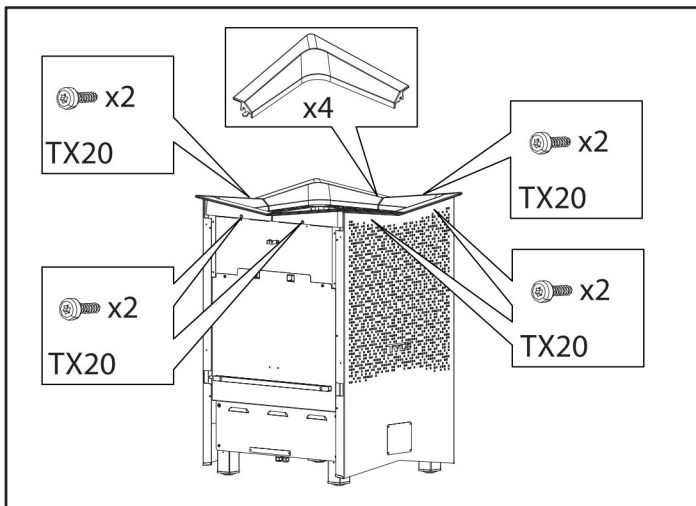

Figura 8: Fissare i 4 angoli superiori
2. Avvitare i 4 angoli superiori, vedere la Figura 8.